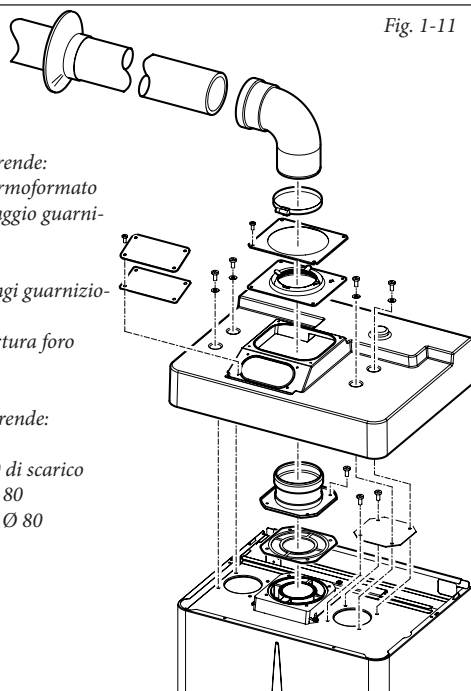

Fig. 1-11
- Montaggio kit copertura (Fig. 1-11). Smontare dai fori laterali rispetto a quello centrale i due tappi e le guarnizioni presenti, quindi coprire il foro di aspirazione destro con l'apposita piastra fissandolo sul lato sinistro con 2 delle viti in dotazione. Installare la flangia Ø 80 di scarico sul foro più interno della caldaia interponendo la guarnizione presente nel kit e serrare con le viti in dotazione. Installare la copertura superiore fissandola con 4 viti presenti nel kit interponendo le relative guarnizioni. Innestare la curva 90° Ø 80 con lato maschio (liscio), nel lato femmina (con guarnizioni a labbro) della flangia Ø 80 sino a portarla in battuta, infilare la guarnizione facendola scorrere lungo la curva, fissarla tramite la piastra in lamiera e stringere mediante la fascetta presente nel kit facendo attenzione a fermare le 4 linguette della guarnizione. Innestare il tubo di scarico con lato maschio (liscio), nel lato femmina della curva 90° Ø 80, accertandosi di avere già inserito il relativo rosone, in questo modo si otterrà la tenuta e la giunzione degli elementi che compongono il kit.